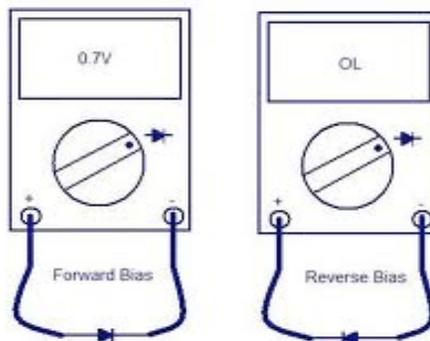

Figura 2. Pruebas funcionamiento del diodo (imagen de www.circuitstoday.com)
3. Conecte los cables en la salida de V- Ω -  del DMM cómo muestran las imágenes en la figura 2.
4. **Forward:** Conecte el terminal positivo al ánodo y el negativo al cátodo como muestra la figura 2 izquierda.
5. **Reverse:** Conecte el terminal positivo al cátodo y el negativo al ánodo como muestra la figura 2 derecha.